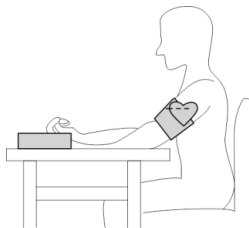

Fig. 7: Posture correcte
- 4) Placez le brassard dans la position correcte (Fig. 7):